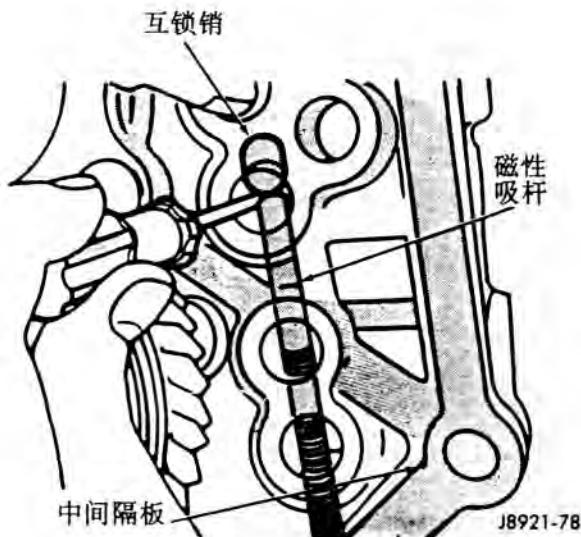

图 78 安装第一个互锁销
(6) 把第一个互锁销送入中间隔板(图78)。使用磁性吸杆和改锥安装锁销。